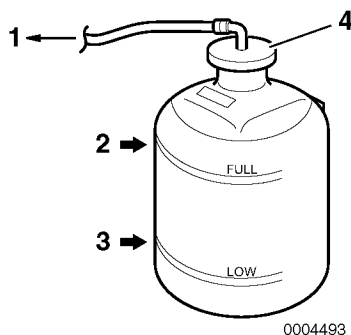

Figura 19
5. Verifique o nível de líquido de refrigeração no reservatório. O nível deve estar na marca FULL (Cheio) (**Figura 19, (2)**). Adicione líquido de arrefecimento, se necessário.
6. Remova o tampa~o do reservatório (**Figura 19, (4)**) para adicionar líquido de refrigeração, se necessário. Não adicione água.
8. Verifique as ligações do tubo de borracha (**Figura 19, (1)**) que ligam o reservatório ao depósito de líquido de refrigeração / permutador de calor. Substitua, se estiver danificado.